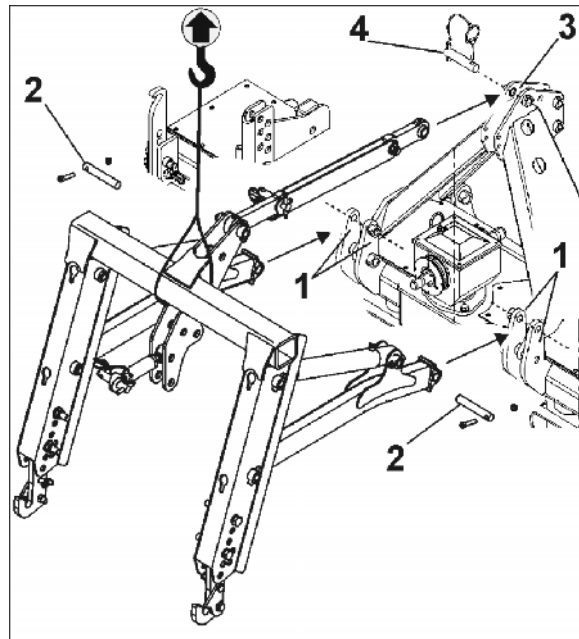

図 42
4. リフトフレームを左右の取り付けプレート（図 42/1）の間に、ピン（図 42/2）で取り付け、ネジとナットで固定します。
5. アッパーリンクをカルチベータのリンクポイント（図 42/3）にピン（図 42/4）で止め、リンチピンで固定します。